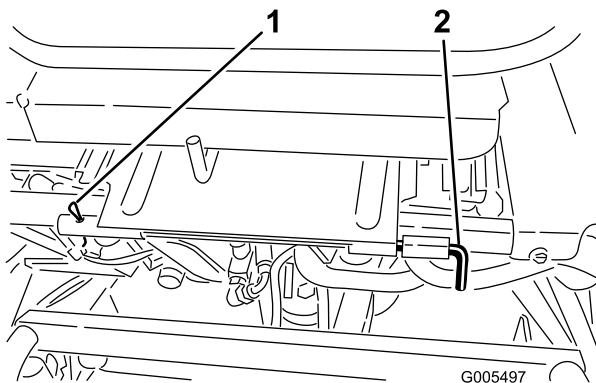

Figura 36
3. Abbassate il sedile e togliete la coppiglia che fissa l'asta orientabile del sedile al telaio (Figura 36).